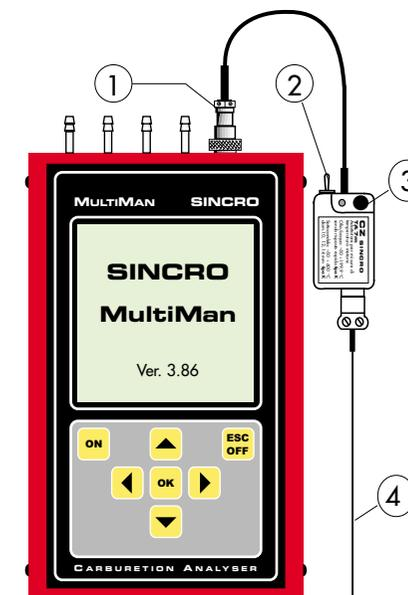

Fig. 27
Possono essere collegate sonde a risposta rapida per misure di temperatura olio, acqua e varie parti del motore, fino a 199,9 °C o sonde per misure fino a 600 °C, con sensore sottocandela (opzionale), per verifiche su banco prova potenza di variazioni di temperatura provocate da elaborazioni sportive o durante il lavoro di messa a punto di motori stradali (miscele magre, ecc.). Le misure di temperatura si effettuano collegando il connettore (1) dell'adattatore TA7m nel modo indicato in Fig. 27.